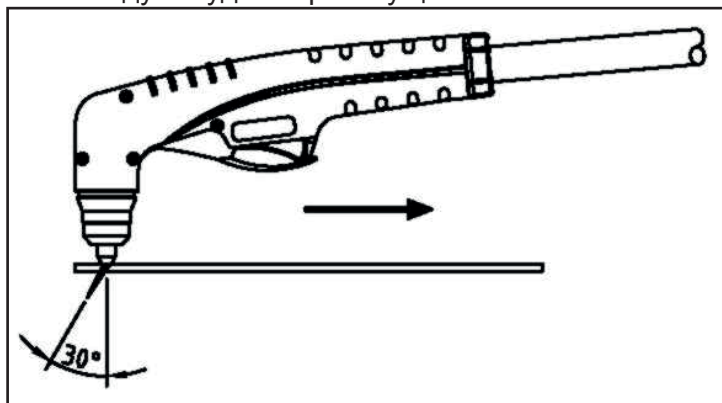

Рисунок 16
- После включения основная дуга остается включенной до тех пор, пока переключатель нажат, если только горелка не отведена слишком далеко от заготовки или движение горелки слишком медленное. Продолжайте движение, пока идет резка. Режьте с постоянной скоростью без паузы. Поддерживайте скорость резки так, чтобы отставание дуги составляло около 30° от направления движения. **Рис. 16** Если режущая дуга прерывается, а триггер горелки нажат, пилотная дуга возвращается автоматически в течение 3 секунд.